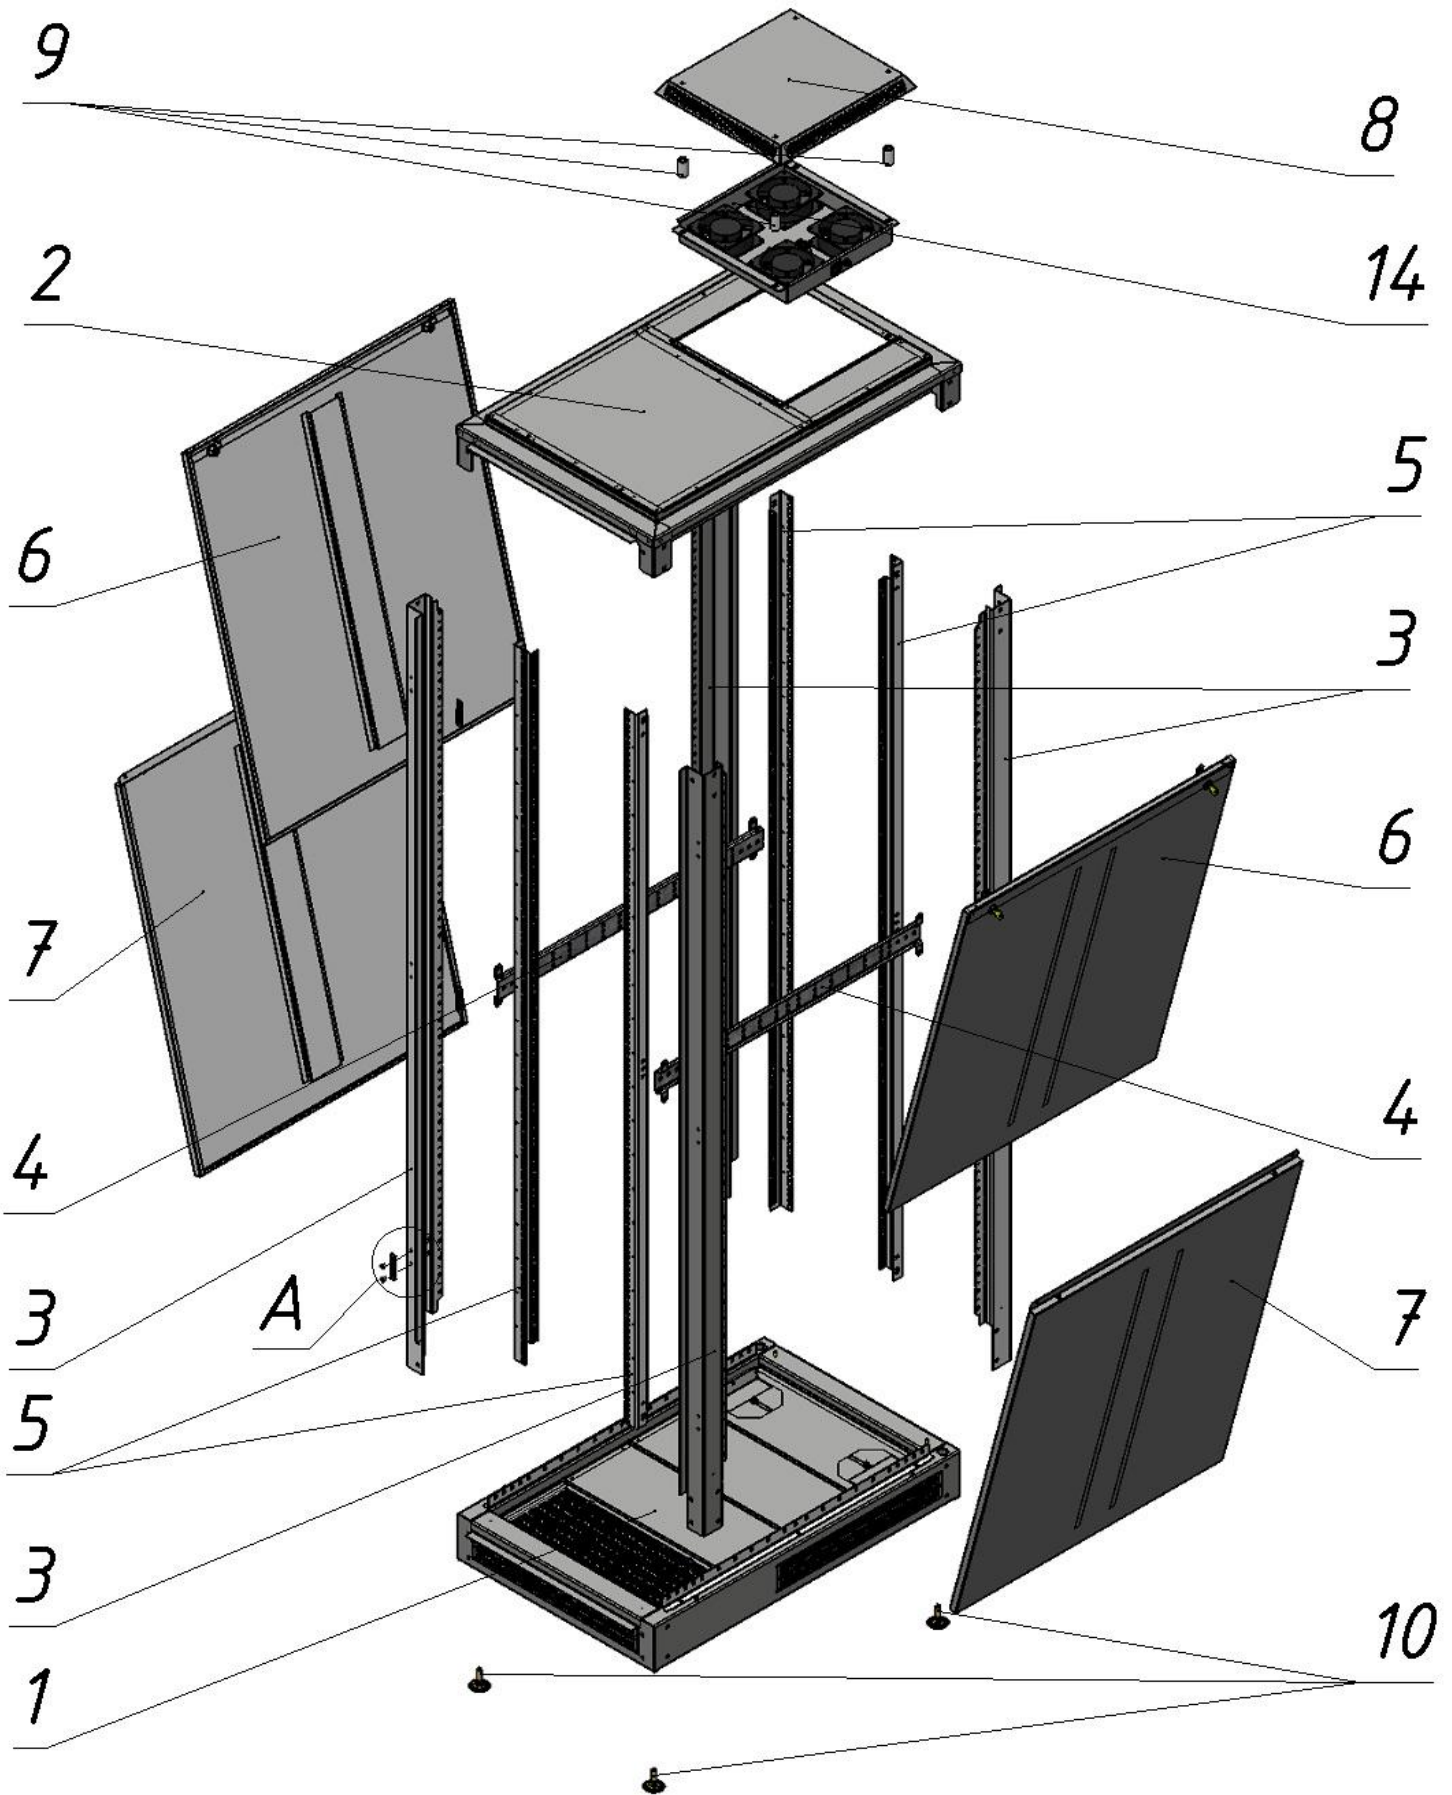

Рисунок 2. Устройство шкафа
Устройство шкафа показано на **рис.2**.
5.11 Для шкафов 42U и 53U вставьте нижние боковые панели(7) на центровочные пальцы цоколя (1) и прикрутите к кронштейнам средним с помощью самонарезных винтов(24) (см. **рис.2**).